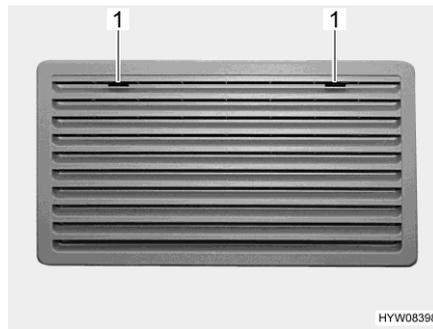
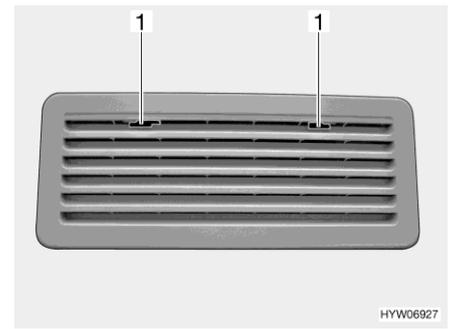

Fig. 237 Griglia di aerazione del frigorifero (Thetford grande)
Fig. 238 Griglia di aerazione del frigorifero (Thetford piccolo)
- Spingere verso il centro l'arresto (Fig. 237,1 o Fig. 238,1).